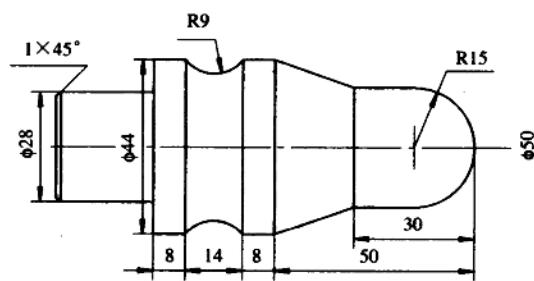

图 3
- (1) 画出该零件的坐标系；
- (2) 说明该零件对刀及用刀偏构建工件坐标系的操作方法；
- (3) 写出车削图 3 所示零件的粗、精车(可用复合循环)程序。